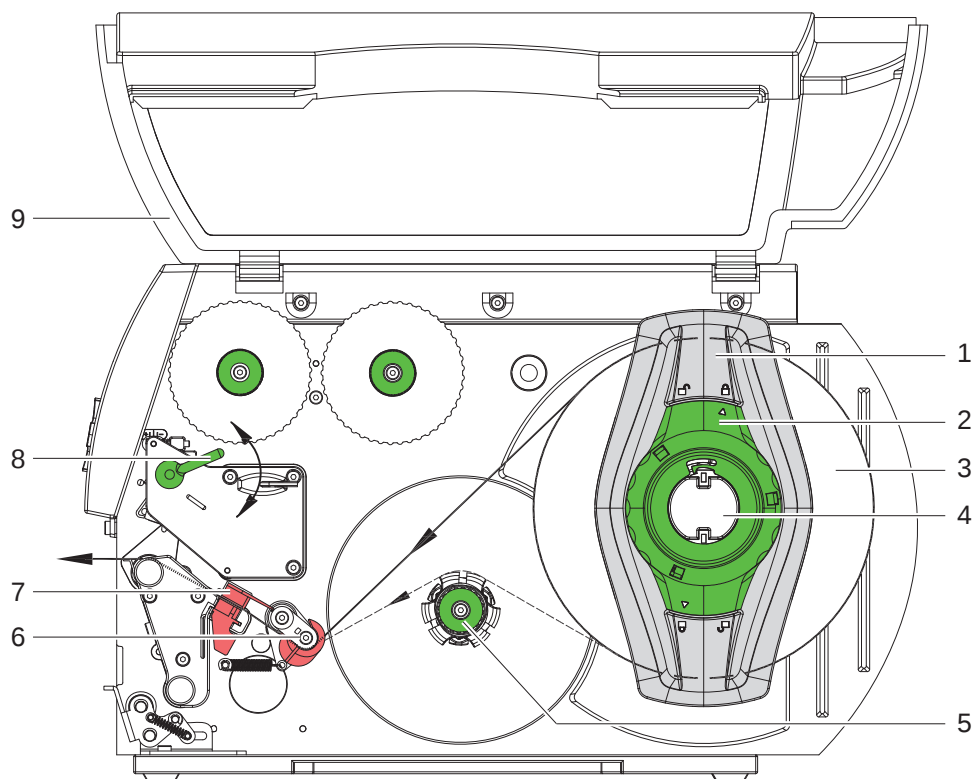

Fig. 7 Læg etiketruller i
► Drej armen (Fig. 7, pos. 8) med uret for at låse printhovedet.